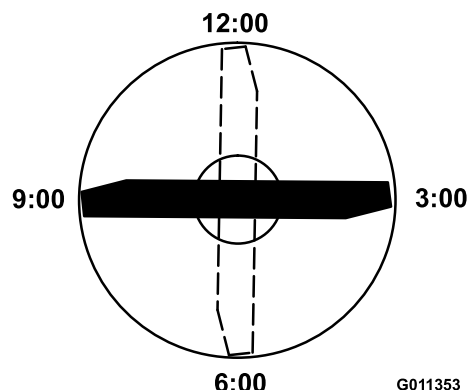

Figura 98
4. Posicione a extremidade de corte da extremidade marcada da lâmina nas 12 horas (a direito na direção do corte) (Figura 98) e meça a altura da mesa à extremidade de corte da lâmina.
5. Rode a extremidade marcada da lâmina para as posições das 3 horas e das 9 horas (Figura 98) e meça as alturas.